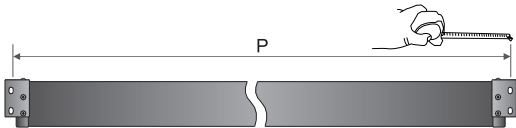

图 6
1. 参照附表一：银幕安装距离表中P数值，如图6所示用卷尺测量银幕两端安装角架上两椭圆形孔之间的距离。（如测量的数值与安装距离表中P数值不对应时，以实际测量数值为准）